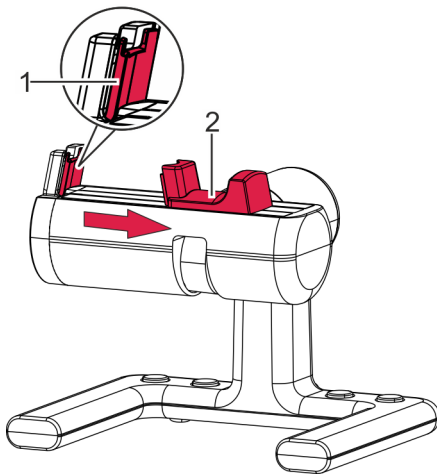

Abb. 22: Mikrofon Spannbacke
1. ➔ Spannbacke (Abb. 22/2) nach aussen ziehen.
2. ➤ Krone der Uhr gegen den Signalaufnehmer (Abb. 22/1) gerichtet auf den Spannbereich legen. Spannbacke vorsichtig loslassen.
3. ➤ Uhrwerk auf den Spannbereich legen, sodass die Krone der Uhr über dem Signalaufnehmer (Abb. 22/1) positioniert ist. Spannbacke vorsichtig loslassen.